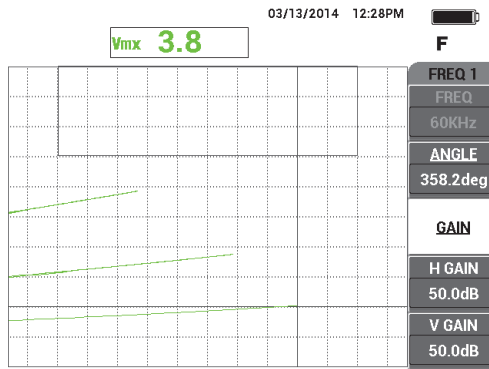

Abbildung 5-79 Signale von verschiedenen Leitfähigkeitsproben
8. Koppeln Sie die Sonde nach und nach an die Proben mit einer Leitfähigkeit von 17 %, 32 % und 45 % und drücken Sie dann die Direktzugriffstaste FREEZE (), wenn Sie fertig sind (siehe Abbildung 5-79 auf Seite 199).